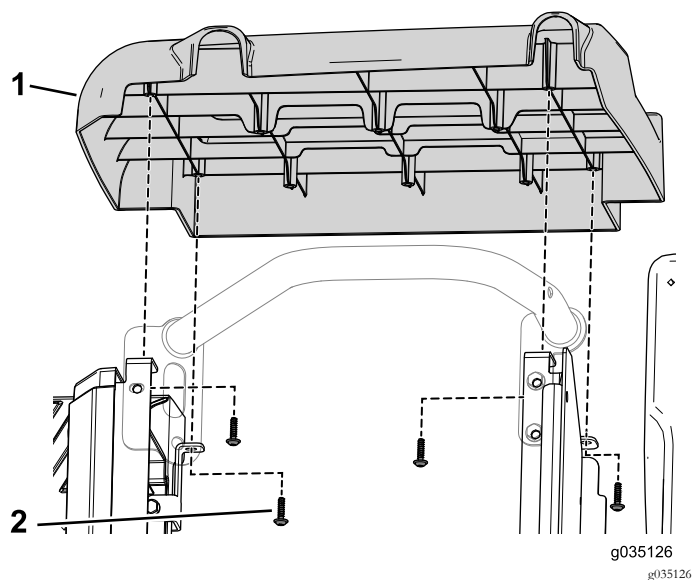

Figure 89
10. Avec les 4 vis autotaraudeuses, fixez le couvercle latéral droit à l'ensemble sièges (Figure 89).